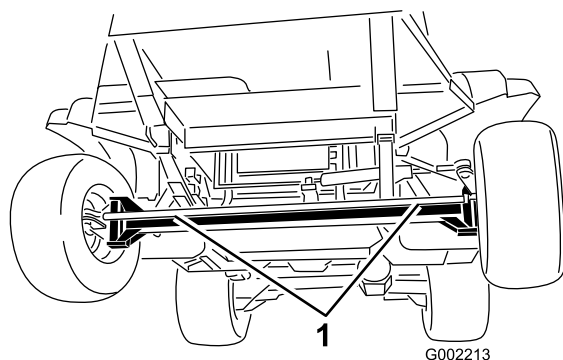
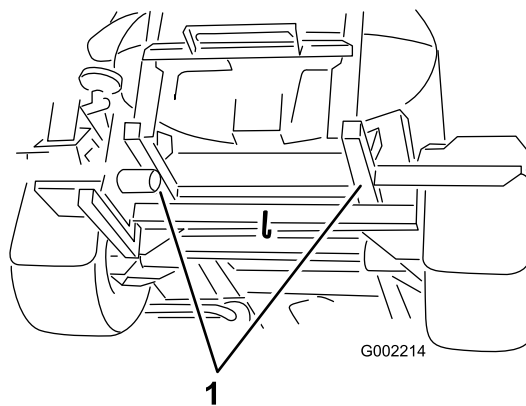

Figura 26
Figura 27
2. Montate una fune di traino sul telaio. Fate riferimento ai punti di traino anteriori e posteriori in Figura 26 e Figura 27.